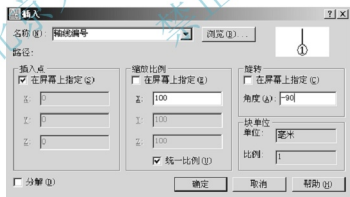

图 3.112 【插入】对话框
(1) 在命令行输入“I”后按Enter键,打开【插入】对话框。设置对话框相关参数,如图3.112所示,单击【确定】按钮关闭对话框。